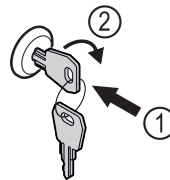

Fig. 61 Beispielhafte Darstellung
- ▶ Schlüssel hineindrücken Fig. 61 (1).
- ▶ Schlüssel um 90° im Uhrzeigersinn drehen Fig. 61 (2).